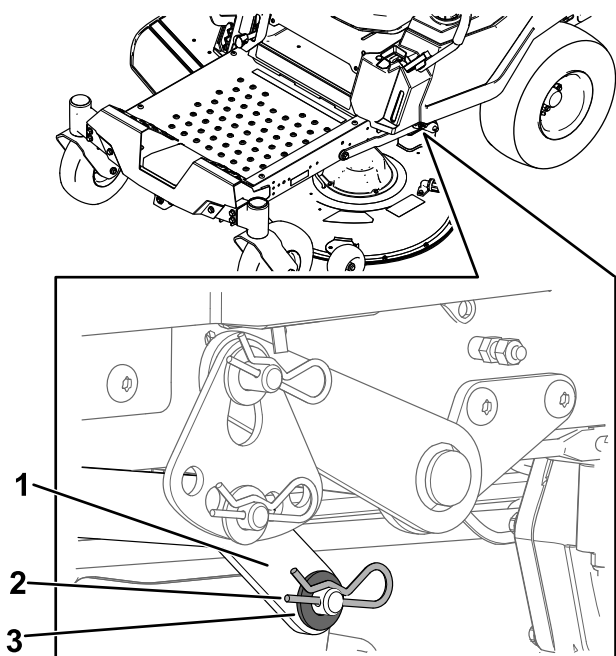

Bild 75
7. Entfernen Sie auf einer Seite der Maschine die Unterlegscheibe und den Splint vom Mähwerksstift (Bild 75).
5. Heben Sie auf einer Seite der Maschine die Rückseite des Mähwerks an und montieren Sie den Hubarm am Mähwerksstift (Bild 75).
6. Montieren Sie den Hubarm mit der Unterlegscheibe und dem Splint (Bild 75).